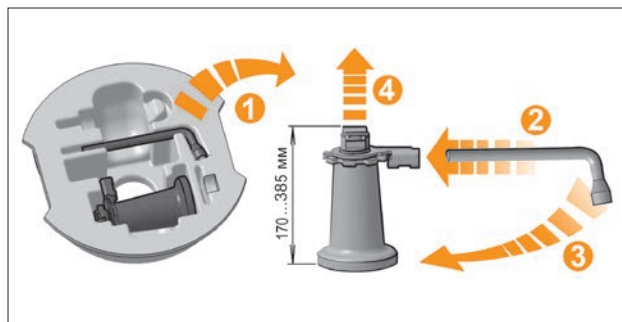

Рис. 8. Подготовка домкрата к подъёму автомобиля
– **в вариантном исполнении** (рис. 8) вставьте баллонный ключ ручкой в отверстие трубки шайбы привода, которая контактирует с зубчатым сектором ведущего винта домкрата, обеспечивая передачу крутящего момента, необходимого для подъема-опускания. Вращая гайку домкрата, поднимите колесо над опорной поверхностью на высоту 40–50 мм.